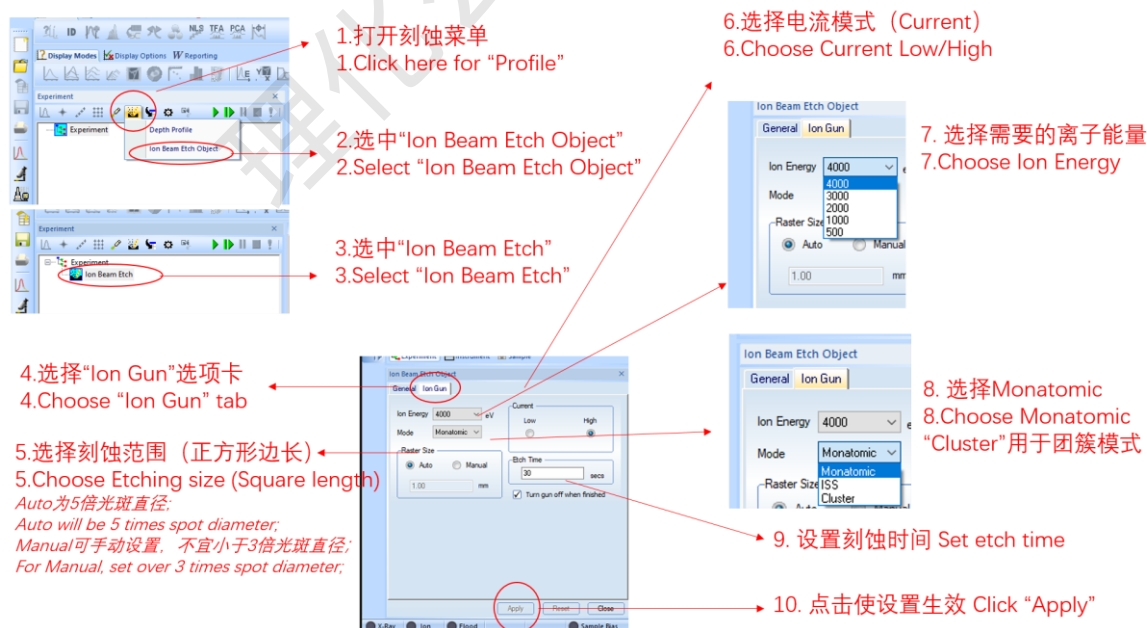

图 16 氩离子刻蚀设置步骤
(2) 参照图 16, 插入离子刻蚀命令并设置需要的刻蚀条件, 然后正常运行实验即可;